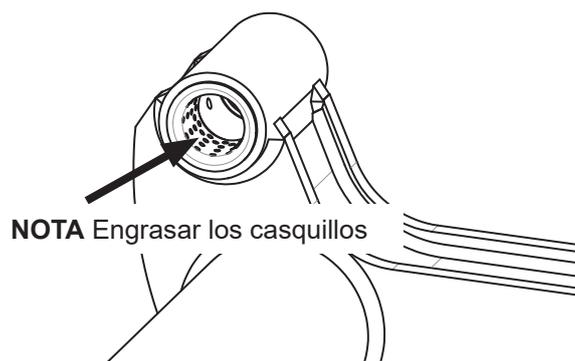

Figura 31. Asegurarse de lubricar inicialmente los casquillos metálicos
2. Engrasar los manguitos metálicos del rodamiento superior del brazo, asegurarse de que los pequeños agujeros en el interior del manguito estén llenos de grasa. Véase Figura 31. Utilizar lubricante de Zepro u otro equivalente.